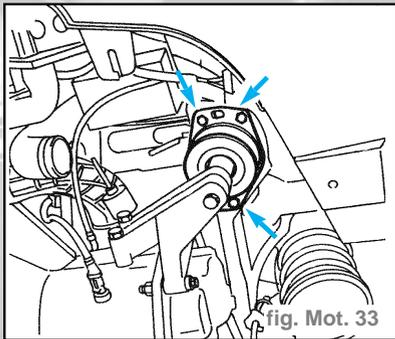

fig. Mot. 33
- Déposer le support moteur côté B.V. en dévissant les vis de fixation ci-contre (fig. Mot. 33).